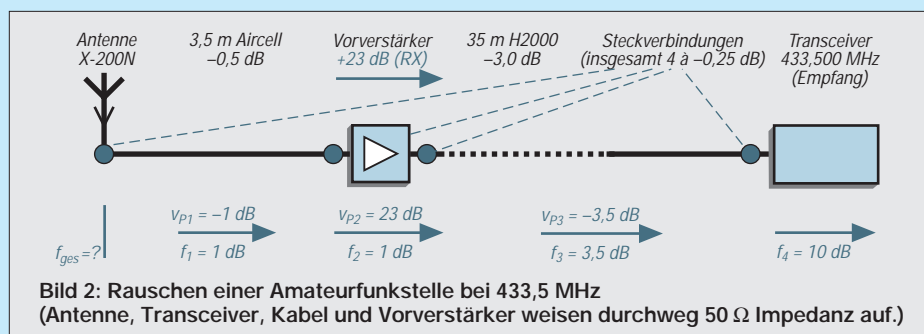

Bild 2: Rauschen einer Amateurfunkstelle bei 433,5 MHz (Antenne, Transceiver, Kabel und Vorverstärker weisen durchweg 50 Ω Impedanz auf.)
Einzusetzen sind darin Rauschfaktoren F sowie Leistungsverstärkungen V_P als Absolutwerte, nicht in dB (Kasten vorige Seite!). Bei noch mehr Stufen tauchen weitere Brüche auf, in deren Nenner jeweils das Produkt der Leistungsverstärkungen aller vorgelagerten Stufen steht. Die Leistungsverstärkung der am Ende der Kette befindlichen Stufe (in Bild 2 der Transceiver) geht hingegen nie ein, wohl aber ihr Rauschen. Möchte man nun einzelne Komponenten variieren, vergeht bei dem „Bandwurm“ (8) schnell die Freude, gäbe es da nicht die in Bild 3 gezeigte Freeware AppCad, im Internet unter www.agilent.com downloadbar und als Zugabe auf der 2000er Jahrgang-CD des FUNKAMATEUR. HP offeriert auch eine DOS-Version.